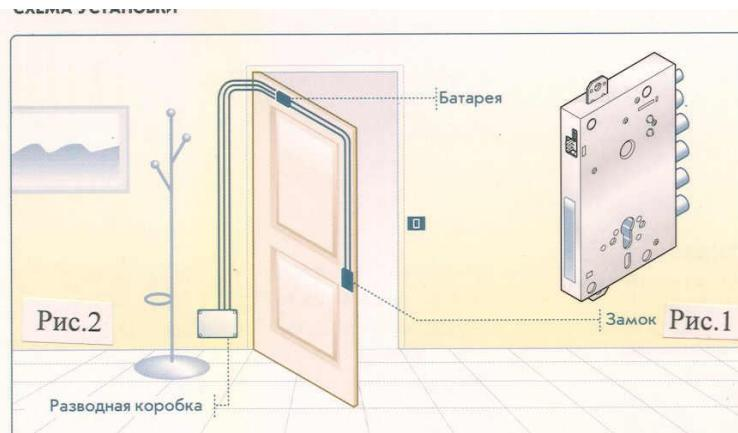

Рис.3
- **Внешнюю защитную накладку (РЕ)** со встроенным считывателем кода транспондера, которая **устанавливается на** внешней стороне двери. Это позволяет открывать замок бесконтактным способом: пользователь подносит электронный ключ к защитной накладке, и, если ключ опознан, замок автоматически открывается (рис.3).